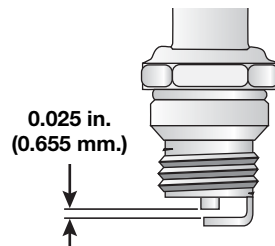

Fig. 36
3. Remplacez toute bougie fendillée, encrassée ou sale. Réglez l'écartement à 0,655 mm (0,025 po) à l'aide d'une jauge d'épaisseur (Fig. 36).